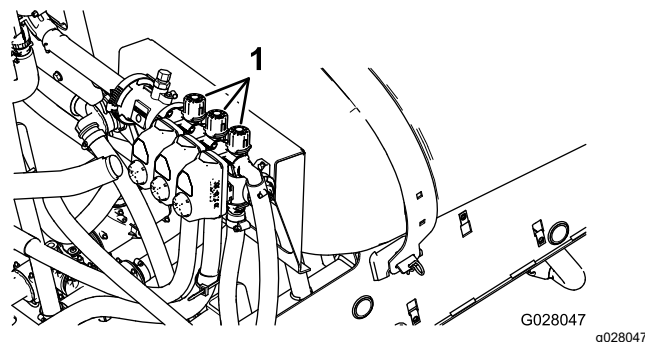

Figura 21
- Spegnete la sezione sinistra e regolate la manopola di bypass della sezione (Figura 21) fino a quando la pressione visualizzata non corrisponde al livello precedentemente regolato (normalmente 2,75 bar).
4. Regolate la manopola di bypass della sezione destra (**Figura 21**) fino a quando la pressione visualizzata non corrisponde al livello precedentemente regolato (normalmente 2,75 bar).
6. Regolate la manopola di bypass della sezione centrale (**Figura 21**) fino a quando la pressione visualizzata non corrisponde al livello precedentemente regolato (normalmente 2,75 bar).